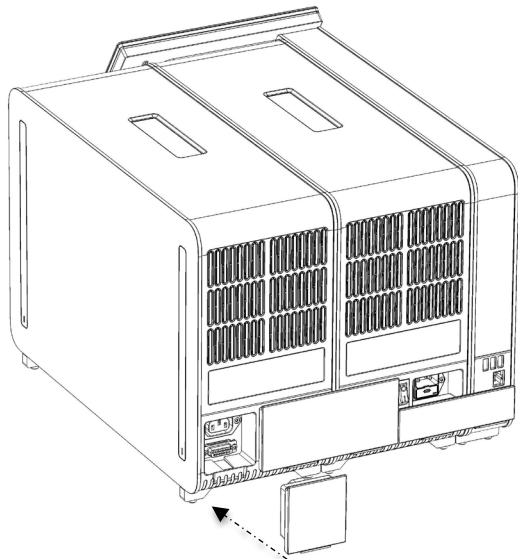

図 19. ターミネーションブリッジを接続。
7. 分析モジュールの背面にターミネーションブリッジを接続します (図 19)。